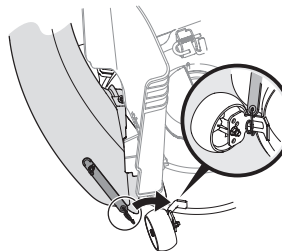
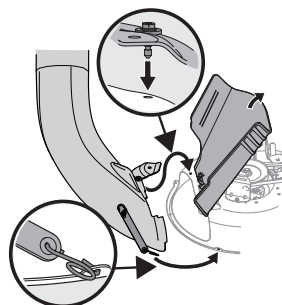

Figura 19
Figura 20
- Con el canal de descarga del tractor elevado y abierto instale el codo del canal sobre la abertura del canal colocando el pasador de montaje de la plataforma en el orificio provisto, como se indica en el recuadro superior de la Figura 20, luego fije el codo a la plataforma enganchando el gancho del resorte de torsión de la correa de retención sobre la ménsula de montaje de las ruedas de la plataforma, como se indica en la Figura 19.
- En plataformas sin ruedas, enganche las correas de retención en el orificio provisto en la brida del lado delantero de la plataforma de corte. Consulte la Figura 20.